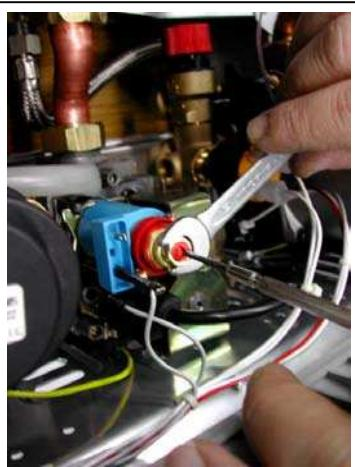

Рисунок 52
- Удерживайте от вращения внутреннюю часть регулятора при помощи какого-либо острого инструмента (*Рисунок 52*).